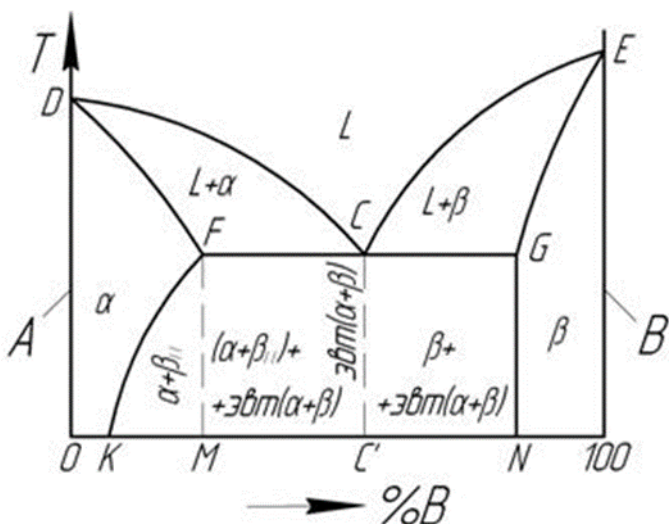

Рис. 20. Фазовая диаграмма двухкомпонентной системы A-B с ограниченной растворимостью в твердом состоянии.
На рис. 20 представлена диаграмма компоненты которых ограничено взаимно растворимы в твердом состоянии. Помимо линий ликвидус и солидус (DCE и $DFCGE$) диаграмма содержит линии KF и NG предельной растворимости компонента В в твердом растворе α ($A(B)$) и компонента А в твердом растворе β ($B(A)$), соответственно. Кристаллизация сплава "с" начинается после пересечения линии ликвидус с выделения кристаллов твердого раствора β . Затем при пересечении линии ECG (линии эвтектики) образуется эвтектическая смесь из твердых растворов α и β . При дальнейшем охлаждении, в связи с уменьшением растворимости компонента А в В (A) выделяются кристаллы твердого раствора α , богатого компонентом А. В конечном счете структура сплава представлена первичными кристаллами β , эвтектикой ($\alpha + \beta$) и вторичными кристаллами α .